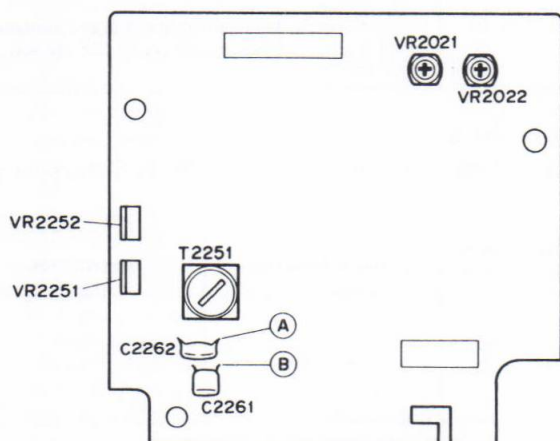

Fig. 5-6 Ensemble MECA 2
| 1         | NORM               | REC  | Charger la bande d'ééalonnage STD-630 et régler dans le mode d'enregistrement. | Ensemble MECA 2T2251 | Zone entre ① et ② (ensemble MECA 2) montrée à la Fig. 5-6. | La fréquence d'oscillation est de 105 kHz $\pm$ 5 kHz. |              |